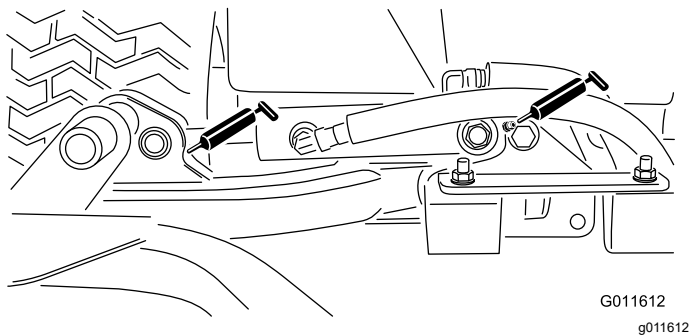

Рисунок 42
- Цилиндры подъемного рычага режущего блока (по 2 шт.) —Рисунок 42
- Оси поворота подъемного рычага (по 1 шт.) —Рисунок 42